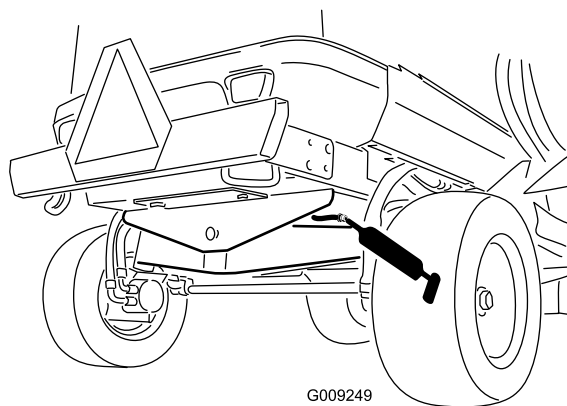

Figura 50
- 1 casquillo de pivote del eje trasero (Figura 50)